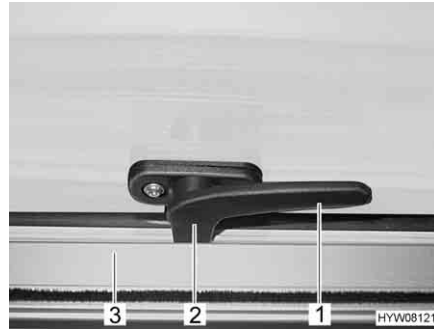

Fig. 80 Leva di serraggio in posizione "Chiuso"
- Ruotare la leva di serraggio (Fig. 80,1) di un quarto di giro verso il centro della finestra.
- Ruotare la leva di serraggio (Fig. 80,1) di un quarto di giro verso il telaio della finestra. Il nasello di chiusura (Fig. 80,2) si trova sul lato interno della chiusura della finestra (Fig. 80,3).